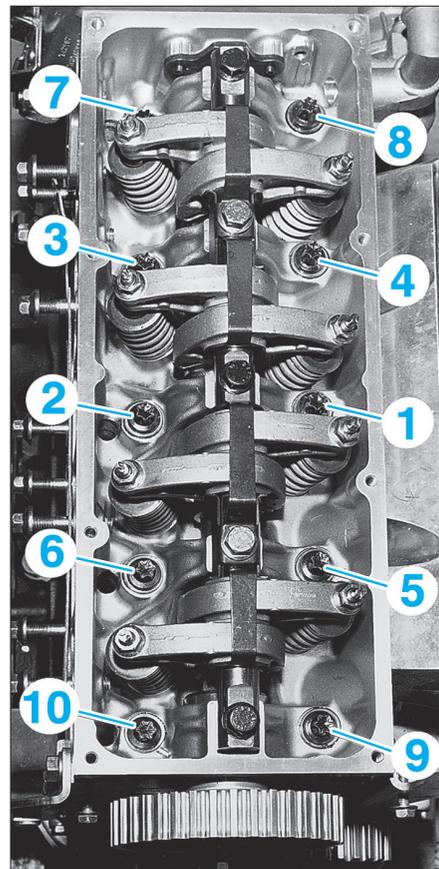

Fig. 54
- Mettre en place la culasse sur le bloc-cylindres puis serrer les vis neuves dans l'ordre et au couple prescrit (Fig.54) :